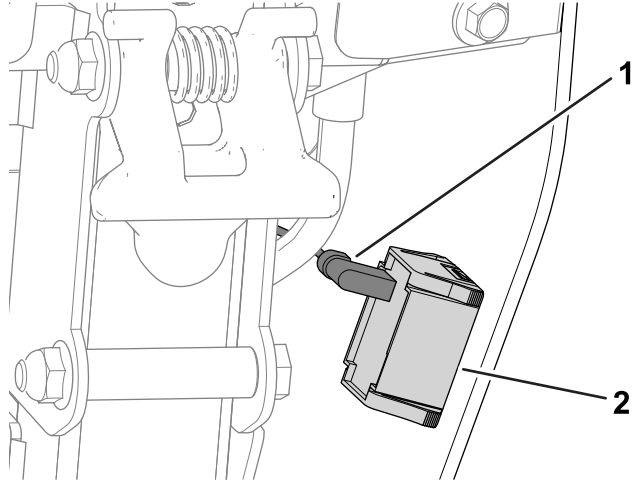

Figura 1
1. Desconecte el conector del arnés de cables del contador de horas (Figura 1).